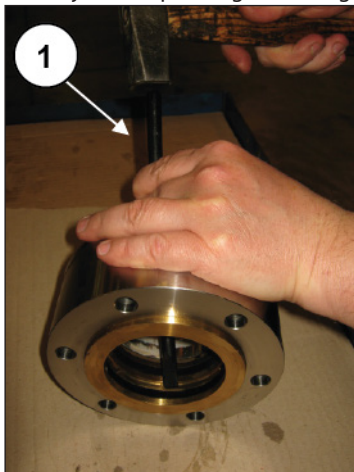
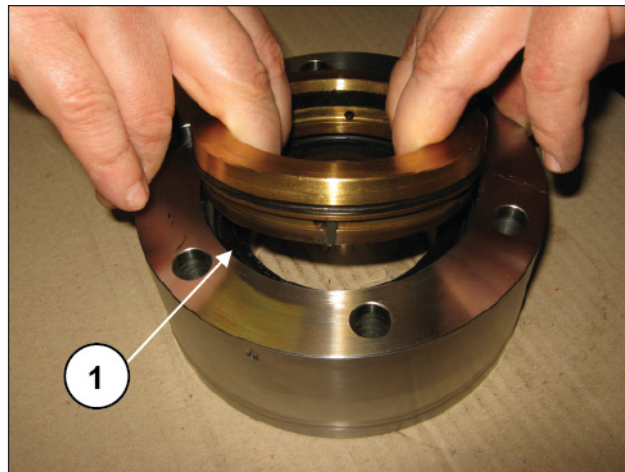

Fig. 212
Fig. 213
Avec l'outil en plastique et l'extracteur à inertie, extraire et retirer le support de joints (rep. ①, Fig. 212 et Fig. 213).